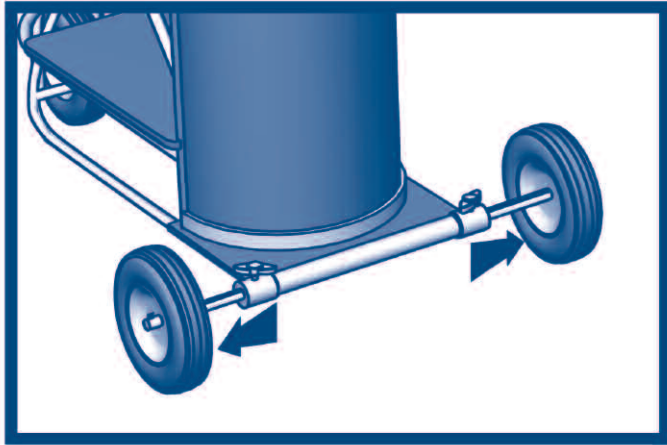

Figure 3
4. L'empattement des roues avant du chariot doit toujours être prolongé au moins jusqu'à mi-course afin de minimiser les risques de renversement (fig. 3).